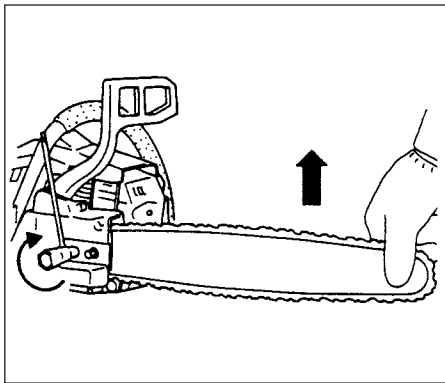

Рис.1-4
ПРАВИЛЬНОЕ НАТЯЖЕНИЕ ИСКЛЮЧИТЕЛЬНО ВАЖНО! (Рис.1-4, 5)
6. Поднять конец шины и осторожно затянуть зажимные гайки цепной шины с помощью накидного гаечного ключа. (Рис. 1-4)